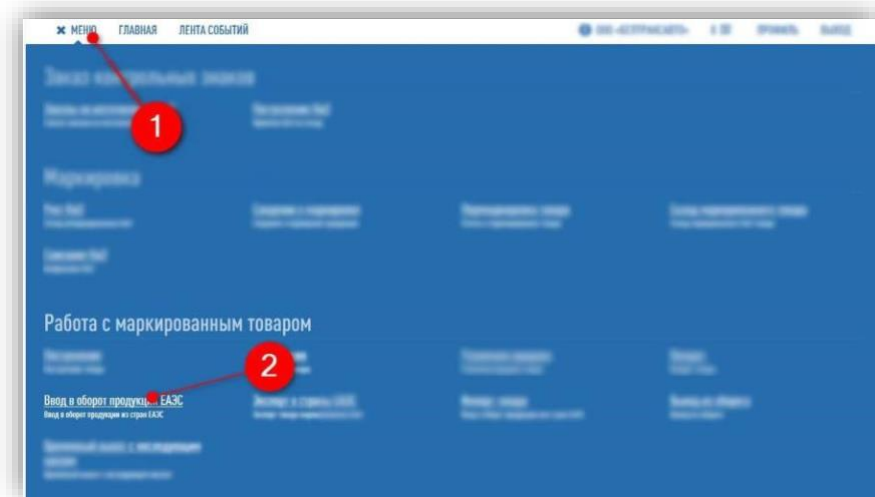

Рисунок 148 – Ввод в оборот продукции ЕАЭС
– Выберите пункт «Меню – Работа с маркированным товаром – Ввод в оборот продукции ЕАЭС» (рис. 148).